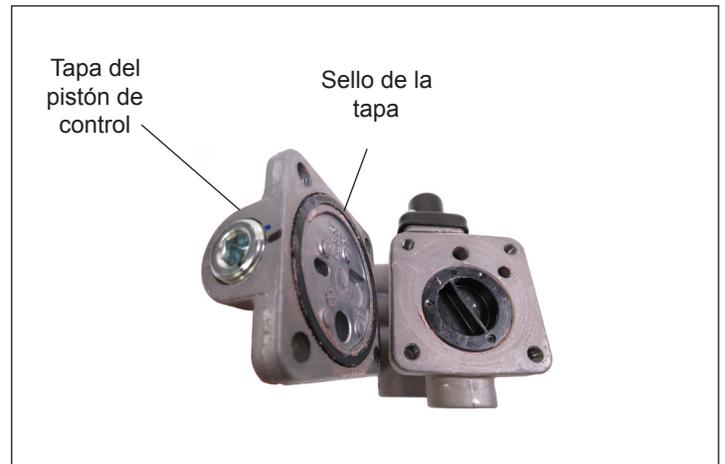

Figura 6: Sello de la tapa
4. Tenga cuidado para evitar dañar el sello de la tapa, como se muestra en la figura 6.